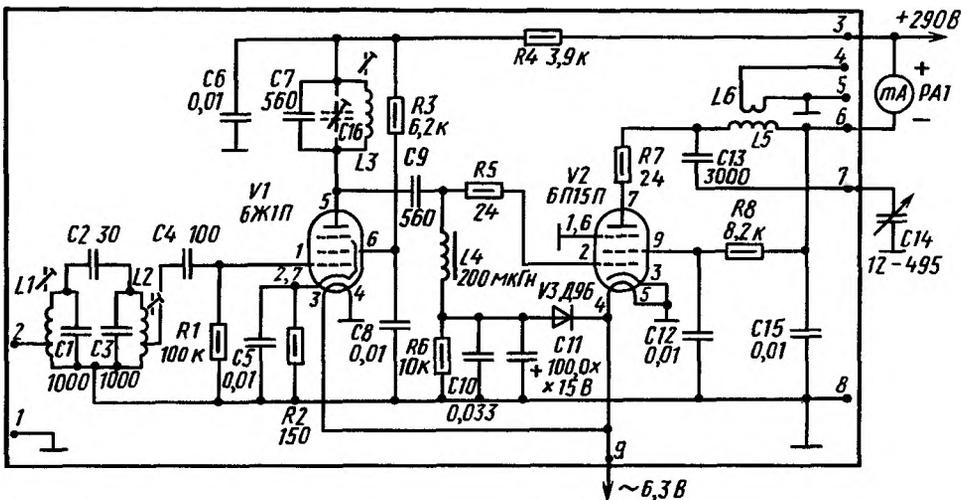

Рис. 398. Схема усилителя мощности на электронных лампах
**Ламповый усилитель мощности.** Принципиальная схема такого варианта усилителя мощности трансивера приведена на рис. 398. В первом его каскаде работает высокочастотный пентод 6Ж1П (V1), во втором — мощный выходной пентод 6П15П (V2). Источником питания анодных и экранирующих сеток ламп служит выпрямитель с выходным напряжением постоянного тока 290 В, а нитей накала — переменное напряжение 6,3 В понижающей обмотки сетевого трансформатора блока питания. Положительное напряжение выпрямителя подается на анод и экранирующую сетку лампы первого каскада через вывод 3 платы и развязывающий фильтр R4C6, на анод и экранирующую сетку лампы второго каскада — через миллиамперметр РА1 и вывод 6, а переменное напряжение на нити накала ламп — через вывод 9. Вывод 8 платы является общим для цепей питания ламп усилителя. Выводы 4 и 5, как и выводы 9 и 10 транзисторного усилителя, предназначены для подключения антенны.
Налаживают ламповый усилитель мощности так же, как его транзисторный вариант: при подключенном к выводам 4 и 5 эквивалента антенны и подаче на входной вывод 2 сигнала ГСС частотой 1900 кГц и амплитудой 30–50 мВ. На сигнал этой частоты контуры полосового фильтра настраивают подстроечными сердечниками катушек L1 и L2, а анодного контура лампы V1—сердечником катушки L3. Если контур L3C7 не удастся настроить только подстроечным сердечником катушки, в него можно включить дополнительный керамический подстроечный конденсатор C16 с наибольшей емкостью 100–150 пФ, показанный на рис. 398 штри-